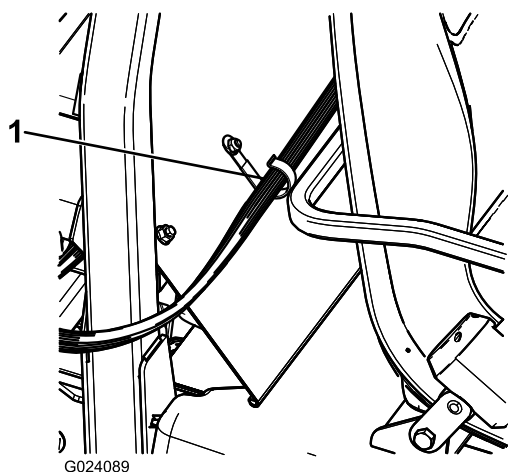

**Рисунок 21**
1. Установите два J-образных зажима на центральную консоль в точках, показанных на **Рисунок 20** или **Рисунок 21**, с помощью имеющихся винтов.